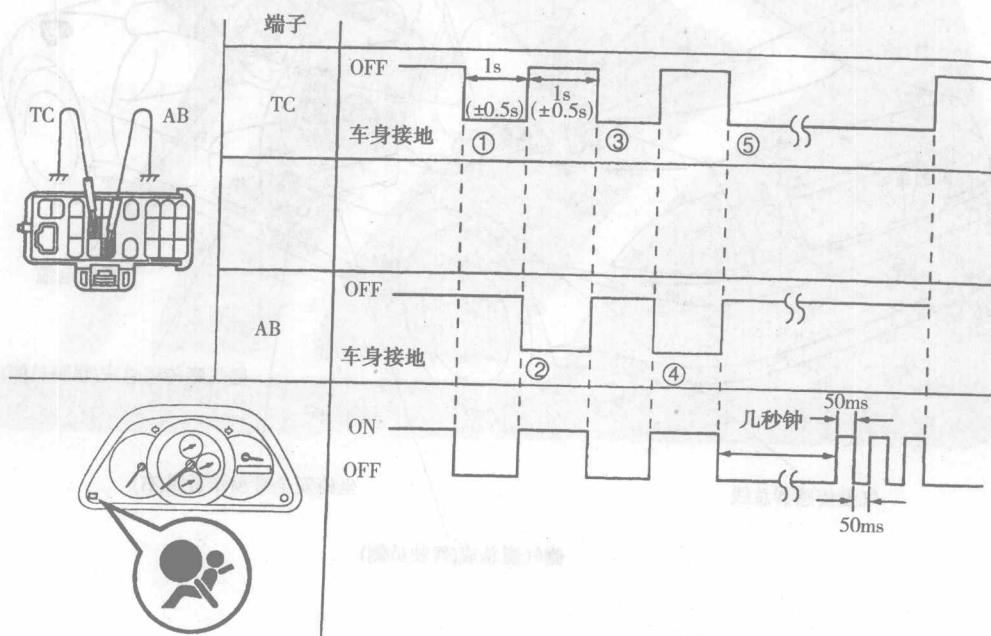

图 1—1—2 故障码显示和清除
(1) 用故障测试仪读取。将故障测试仪与 3 号故障诊断连接器相连, 按故障测试仪上的提示进行操作, 即可读取故障码。
(2) 不用故障测试仪读取。将点火开关转至 ACC 或 ON 位置, 等约 60s, 用跨接线连接 1 号故障诊断连接器端子 TC 与 E1, 这时可通过 SRS 警告灯的闪亮情况读取故障码, 该故障码为现在故障码。用跨接线连接 1 号故障诊断连接器端子 TC 与 E1, 将点火开关转至 ACC 或 ON 位置, 等约 60s, 这时可通过 SRS 警告灯的闪亮情况读取故障码, 该故障码为过去故障码。故障码显示见图 1—1—2 (a)。